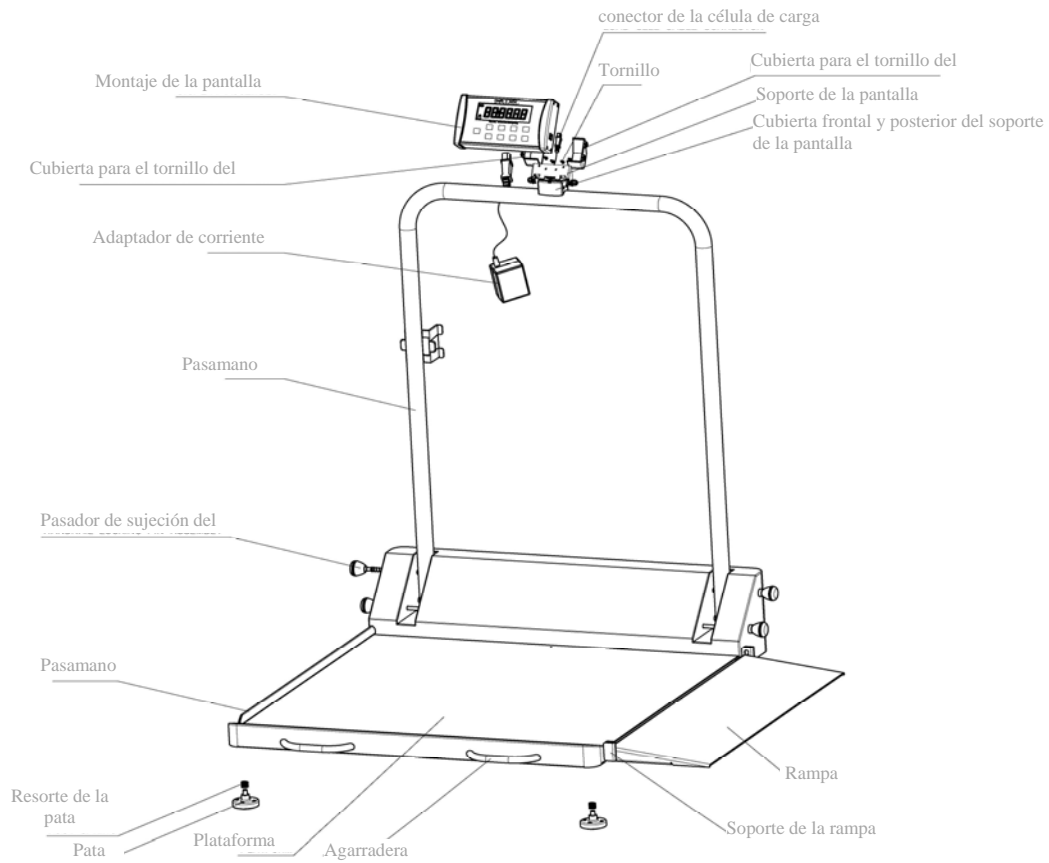

Figura 8
3. Enrosque las (4) patas en la parte inferior de la plataforma de la balanza (ver la figura 8). Inicialmente, debe de apretar cada pata solo con la mano. Desenrosque 1-½ vuelta completa en cada pata. Esto permite el funcionamiento adecuado de la célula de carga y la exactitud de la balanza.
2. Afloje los cuatro pasadores de sujeción del pasamano con un movimiento contrario a las manecillas del reloj (ver la figura 8).